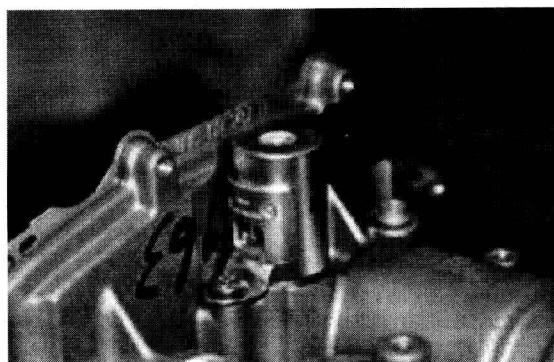
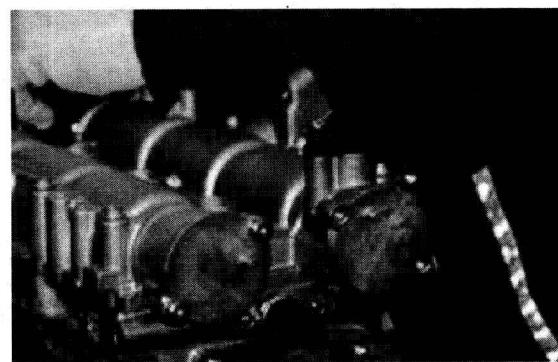

图2-1 凸轮轴调整电磁阀
图2-2 凸轮轴位置传感器
1.4L TSI可变气门正时系统主要由ECU(电子控制单元)、凸轮轴调整电磁阀(见图2-1)以及凸轮轴位置传感器(见图2-2)、叶片槽式调节器(见图2-3)等部分组成。